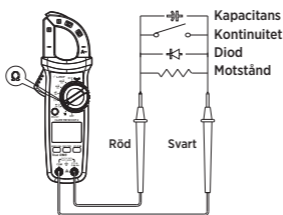

Bild 4
3. Mätning av motstånd (bild 4)
4. Kontinuitetstest (bild 4)
5. Diodtest (bild 4)